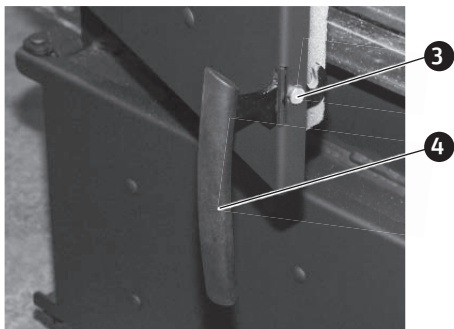

Fig. 36 Montare la maniglia dello sportello con la vite di spallamento
- ▶ Montare la maniglia dello sportello con la vite di spallamento nella posizione di utilizzo corretta – Fig. 36.